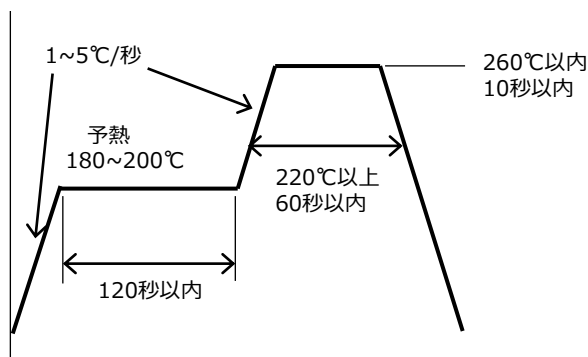

図9. リフロー推奨条件
- ①リフローによるはんだ付けは、2回までとしてください。
- ②リフロープロファイルは図9の条件を参考に、ご使用になるはんだペーストの推奨条件に合わせてください。
- ③ピーク温度からの冷却温度勾配は、急冷却を避けてください。
- ④大気リフローの場合、リフロー時の熱や雰囲気の影響により、光学的劣化を起すことがあります。リフローに際しては、窒素リフローを推奨します。